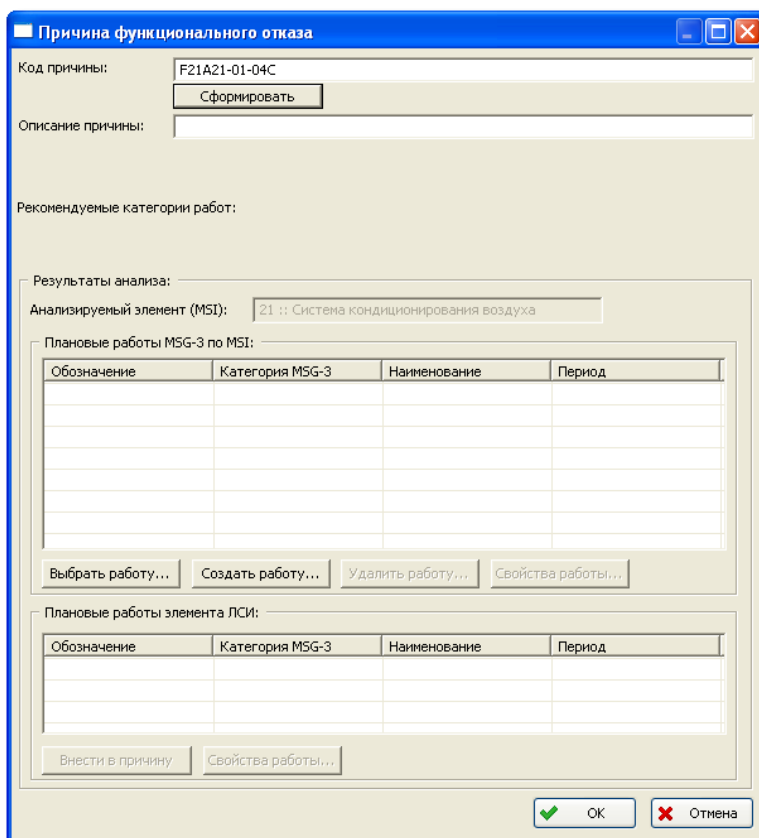

Рис. 3-14
3. В появившемся окне **Причина функционального отказа** в поле **Код причины** введите код анализируемой причины (рис. 3-14). Для автоматического формирования кода причины нажмите на кнопку **Сформировать**. Автоматически сформированный код причины состоит из следующих элементов: